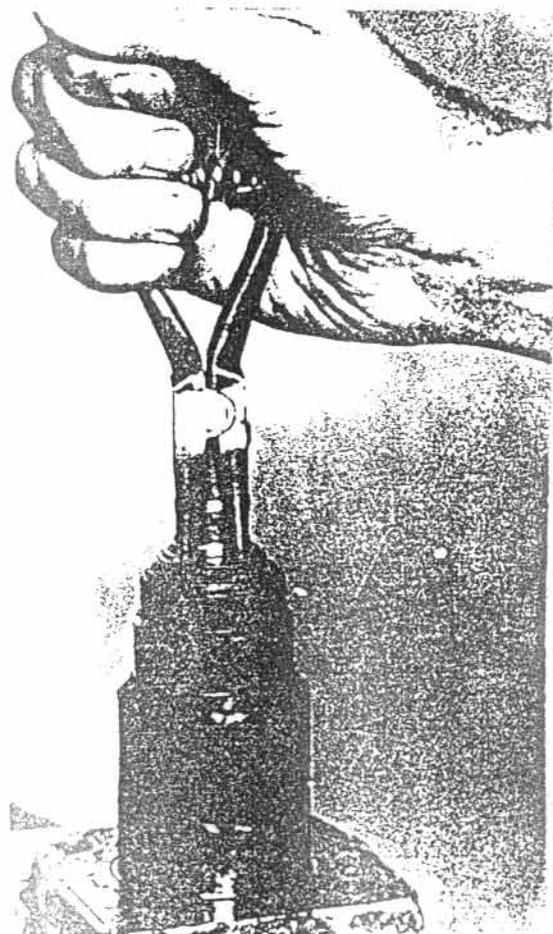

Рис. 8.15
- Снимается стопорное кольцо 22 командного вала 29 /См. рис. 8.15/.